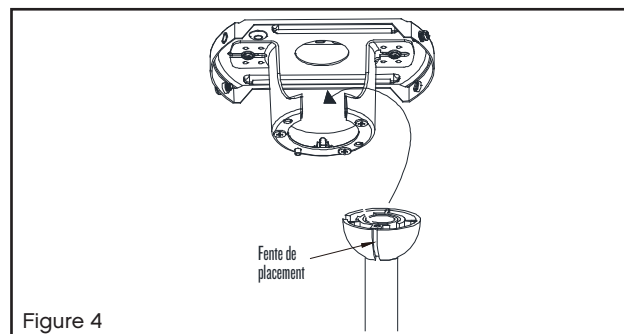

Figure 4
REMARQUE : La languette opposée à l'ouverture du support de suspension doit s'insérer dans la fente de la boule. (Fig. 4)
- 2 Connectez les fils noirs de l'interrupteur du berceau A aux fils noirs du boîtier de l'interrupteur. Fil d'entrée sous tension vers l'un des fils de l'interrupteur du socle. Le fil d'alimentation du ventilateur est connecté au fil restant de l'interrupteur. (Fig. 4)